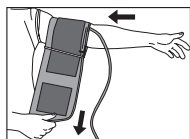

Fig. 3
2. Deslice el cilindro del manguito en su brazo izquierdo y alinee la marca de la arteria sobre la arteria braquial en el interior de su brazo, Fig. 3.